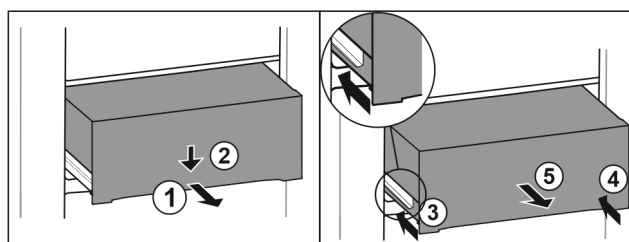

Fig. 121
- ▶ Vytiahnite zásuvku do polovice. Fig. 121 (1)
- ▶ Zatlačte zásuvku na prednej strane smerom nadol. Fig. 121 (2)
- ▶ Zasuňte ľavú koľajničku o cca 2 cm. Fig. 121 (3)
- ▶ Zasuňte pravú koľajničku o cca 2 cm. Fig. 121 (4)
- ▶ Odoberte zásuvku dopredu. Fig. 121 (5)